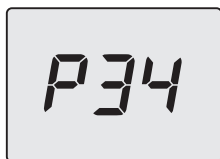

Figura 9.4
- Desplace los parámetros mediante los botones 13 (atrás) o 15 (adelante) hasta que aparezcan en el display LCD las letras **P34** alternadas con el valor del parámetro (Figura 9.4).